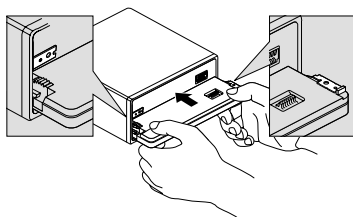

Рис. 13
2. Приложите переднюю панель к устройству. (Рис. 13)